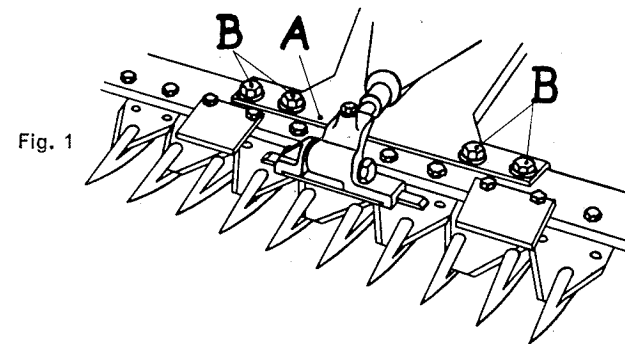

Fig. 1
1. Montaggio della barra (fig. 1)